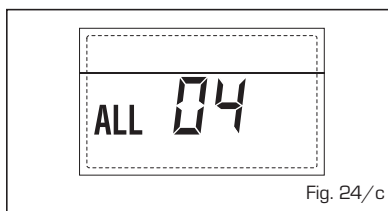

Fig. 24/c
**- ANOMALÍA Sonda CALEFACCIÓN "AL 05"** (fig. 24/d)